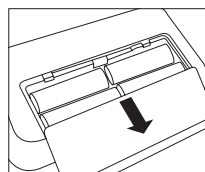

Fig. 1
- Abra la tapa de la batería, situada en la parte inferior del dispositivo (véase la fig. 1). Introduzca las pilas (véase el capítulo 13 „Datos técnicos“). Compruebe que se introducen con la polaridad correcta („+“ y „-“). Cierre el compartimento de las pilas. El dispositivo pasa automáticamente a la función de fecha/hora; en la primera aplicación aparece el valor „3 1“ para el día y „12“ para el mes en la pantalla. Así pues, la fecha preajustada es el 31 de diciembre. Ajuste la fecha y la hora como se describe abajo.